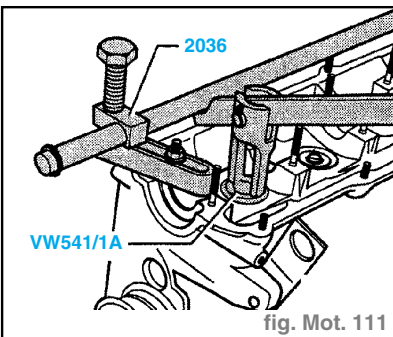

fig. Mot. 111
- Mettre en place le dispositif de montage **2036** et régler la fixation à hauteur des goujons filetés (fig. Mot. 111).